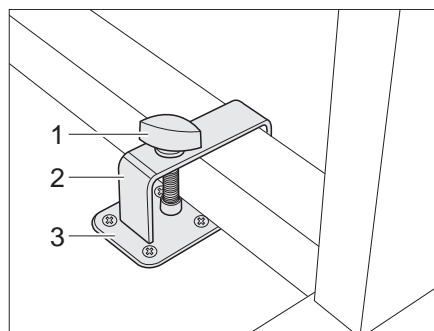
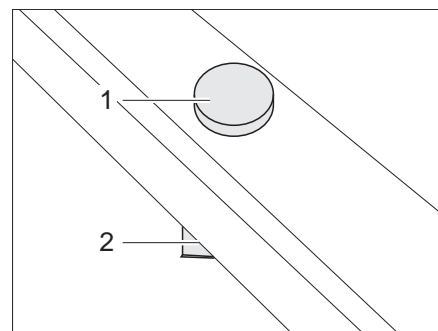

Fig. 93 Bloccaggio del tavolo orientabile con staffa
Fig. 94 Bloccaggio del tavolo orientabile senza staffa
- Sistemare il tavolo orientabile accanto al supporto (Fig. 93,3) oppure sul supporto (Fig. 94,2).
- Mettere la staffa (Fig. 93,2) con bullone di fissaggio (Fig. 93,1) sopra il piede del tavolo.
- Spostare la staffa e, se necessario, il tavolo orientabile in modo da poter avvitare il bullone di fissaggio (Fig. 93,1 o Fig. 94,1) sul supporto (Fig. 93,3 o Fig. 94,2).